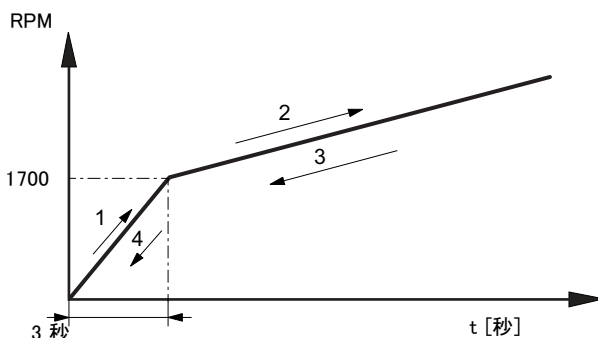

図 35 ランプ・ダウン
1. 出荷時設定に従って BMS hs ポンプ (6) をランプ・ダウンさせます。図 35 を参照ください (3 および 4)。